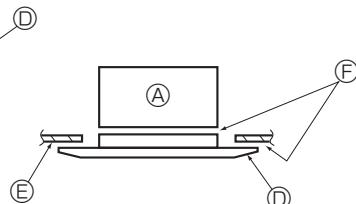

Fig. 5-8
- * Assurez-vous qu'il n'y a pas d'espace entre l'appareil principal et la grille, et entre la grille et le plafond. (Fig. 5-8)
① Appareil principal
② Boîtier des composants électriques
③ Vis avec rondelle (Accessoire)
④ Grille
⑤ Plafond
⑥ Vérifiez qu'il n'y a pas d'espace.
⑦ Crochets de suspension temporaires sur le panneau